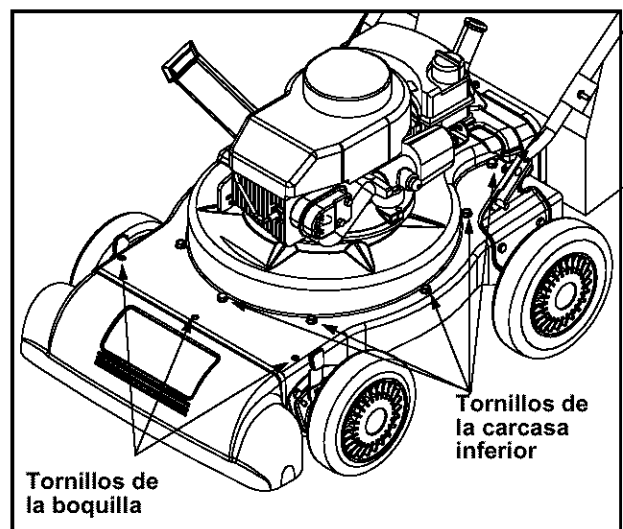

Figura 15
- Quitar los tres tornillos en la carcasa superior que sujetan la cubierta de la boquilla y los nueve tornillos que sujetan la carcasa inferior a la superior. Ver la Figura 15.